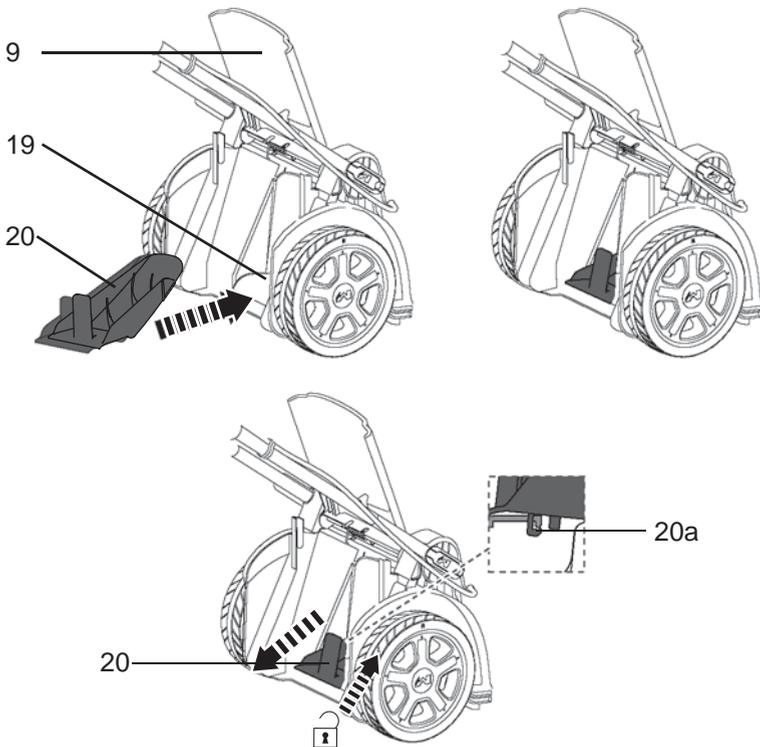

Fig. 19
- > Appuyez sur la poignée [20a] pour libérer et enlever l'accessoire de paillage [20] (Fig. 19).